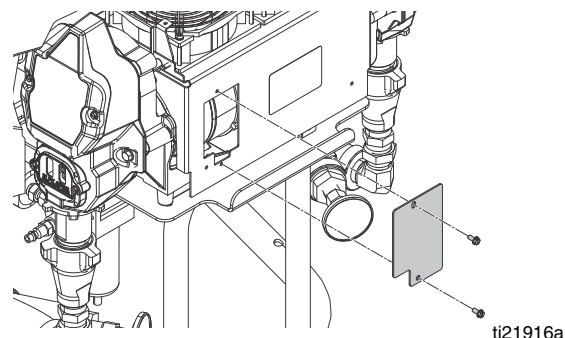

FIG. 19: Motorborstar
6. Ta bort displayens kontrollkåpa (26). Koppla bort motorkablarna enligt följande:
- a. Ta bort de två bultarna så att du kommer åt täckplåten. Se FIG. 19.